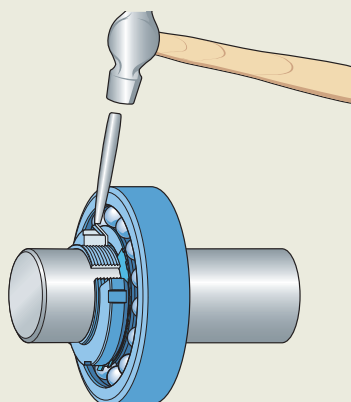

Fig. 29
- 2 Fissare la ghiera contro il cuscinetto o componente mediante una chiave a percussione (**fig. 29**), allineando una delle scanalature sul suo diametro esterno con la sede per chiavetta nella filettatura dell'albero e avendo cura di non serrare eccessivamente.